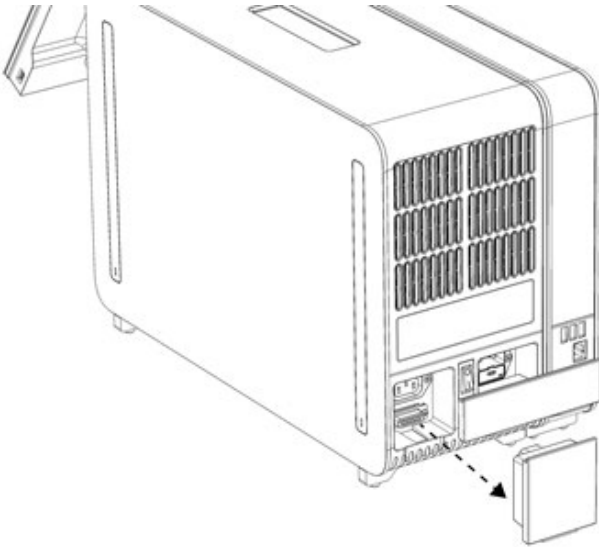

Figure 12. Retrait du pont de fin.
- 1d. Retirez le pont de fin à l'arrière du module analytique (figure 12).